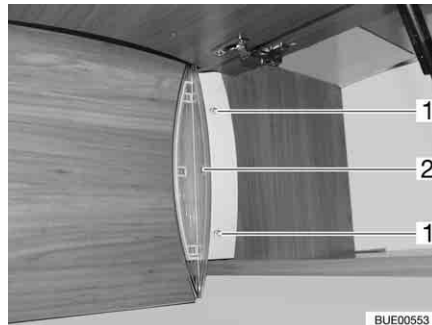

Bild 201 Indirekte Beleuchtung
- Befestigungsschrauben (Bild 201,1) der Blende (Bild 201,2) herausdrehen.